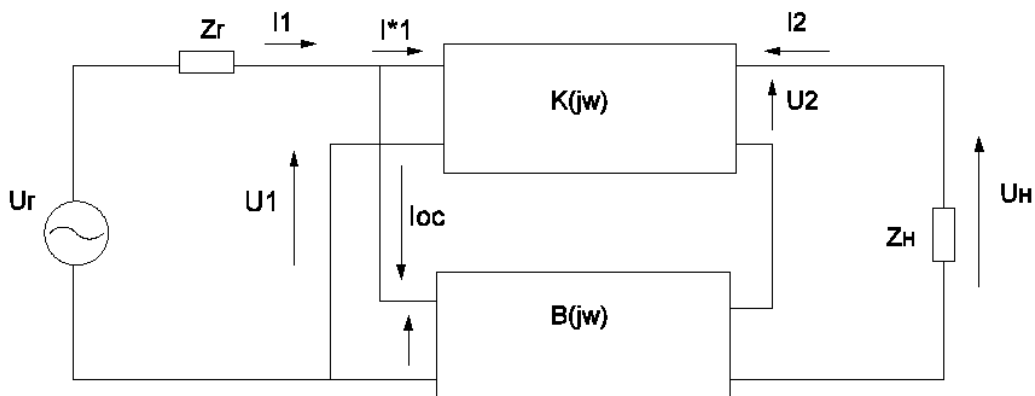

Рисунок 3
- параллельная по току (рисунок 3);